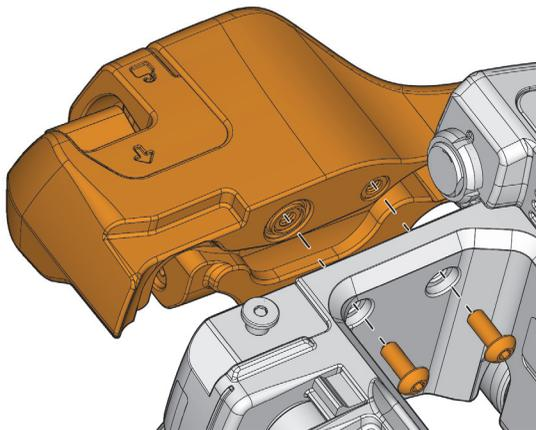

Figura 2-5 Extracción del codificador de indexación
1. Con la llave hexagonal de 2.5 mm suministrada, es posible extraer los dos tornillos que sostienen el montaje del codificador de indexación (ver Figura 2-5 en la página 51).